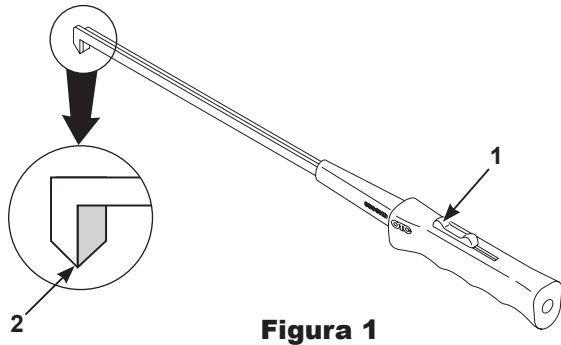

Figura 1
- Empuje el interruptor del mango (1) hacia adelante para deslizar los dientes y unirlos (2). Consulte la Figura 1.